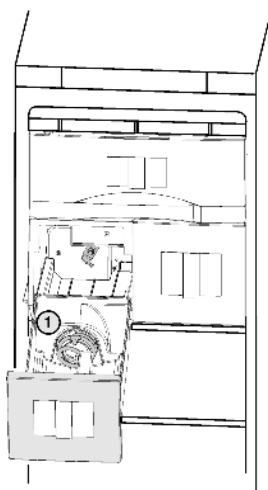

Fig. 8
- ▶ A l'issue du nettoyage, insérer de nouveau le bac jusqu'à la butée. Si le bac ne se laisse pas insérer complètement, tourner la vis sans fin Fig. 8 (1).